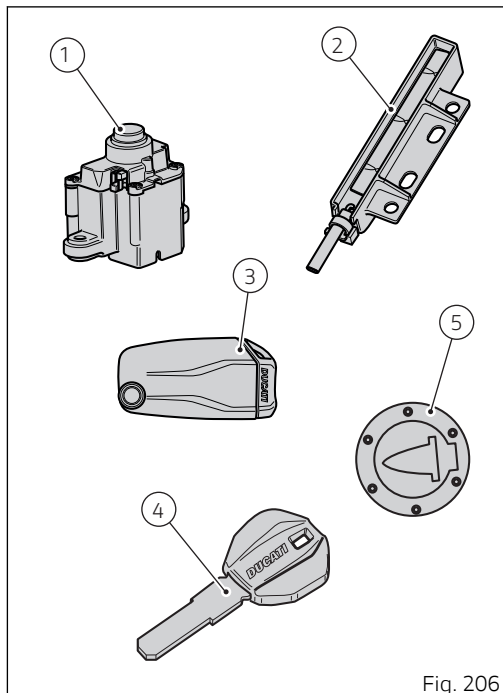

Fig. 206
Le bloc « Hands free » (1, Fig. 206) est situé sur la partie avant du réservoir et pour y accéder il faut déposer le cache de protection (8) en le soulevant vers le haut.
Le key-on se fait en appuyant sur le bouton (6) sur le guidon, et en présence de la clé active (3, Fig. 206).
Le key-off se fait en appuyant sur le bouton (6) sur le guidon, même en l'absence de la clé (3, Fig. 206) uniquement lorsque la vitesse du véhicule est égale à zéro.
Le key-on se fait en appuyant sur le bouton (7) du bloc Hands Free (1, Fig. 206) et avec la présence de la clé active (3, Fig. 206).
Le key off se fait en appuyant sur le bouton (7) du bloc Hands Free (1, Fig. 206), même en l'absence de la clé (3, Fig. 206).
Le key-on se fait en appuyant sur le bouton gris (6) sur le guidon, et en présence de la clé passive (4, Fig. 206).
Le key-off se fait en appuyant sur le bouton gris (6) sur le guidon, même en l'absence de la clé (4, Fig. 206) uniquement lorsque la vitesse du véhicule est égale à zéro.
Le key on se fait en appuyant sur le bouton (7) du bloc Hands Free et en présence de la clé passive (4, Fig. 206).
Le key off se fait en appuyant sur le bouton (7) du bloc Hands Free (1, Fig. 206), même en l'absence de la clé (4, Fig. 206).
Le key-on se fait en appuyant sur le bouton (7) du bloc Hands Free (1, Fig. 206) en l'absence des clés (3) et (4), et en saisissant le pin code sur le tableau de bord.